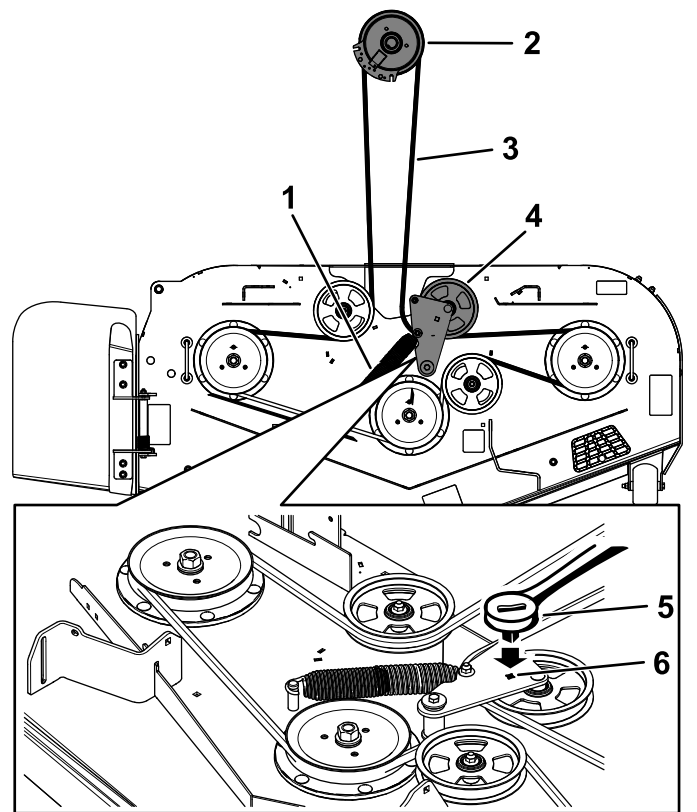

Figura 78
5. Utilice una llave de carraca de $\frac{3}{8}$ " en el orificio cuadrado del brazo tensor para aliviar la tensión del muelle tensor (Figura 78).
7. Instale la guía de la correa en el brazo tensor tensado con muelle (Figura 78).
9. Pase la correa nueva alrededor de las poleas del cortacésped y de la polea del embrague, debajo del motor (Figura 78).
10. Instale la guía de la correa en el brazo tensor (Figura 78).
11. Utilizando la llave de carraca de $\frac{3}{8}$ " en el orificio cuadrado, instale el muelle tensor (Figura 78).